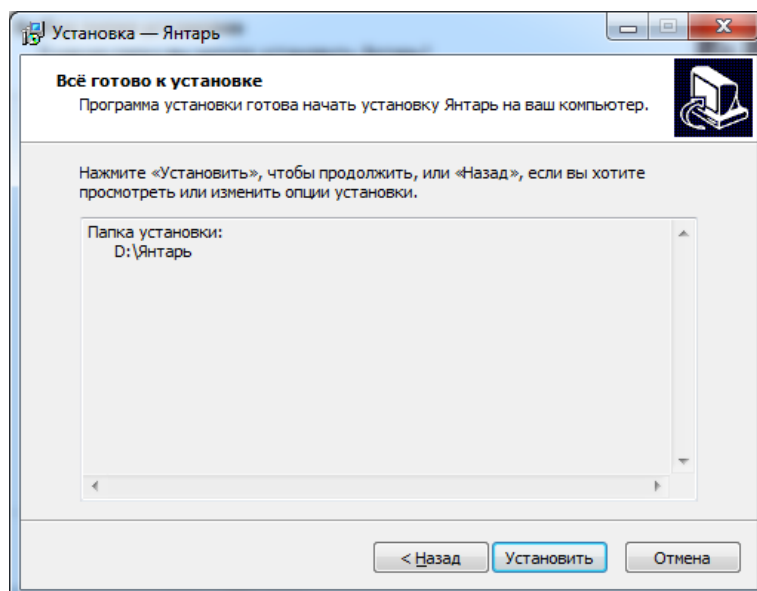

Рисунок 15.9
3. Нажать кнопку «Установить» (Рисунок 15.9)